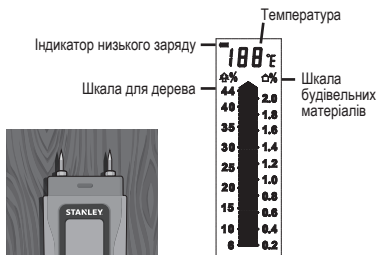

Рисунок 1
- При вимірюванні показників дерева прикладайте пристрій відповідно до волокон (рис. 1).